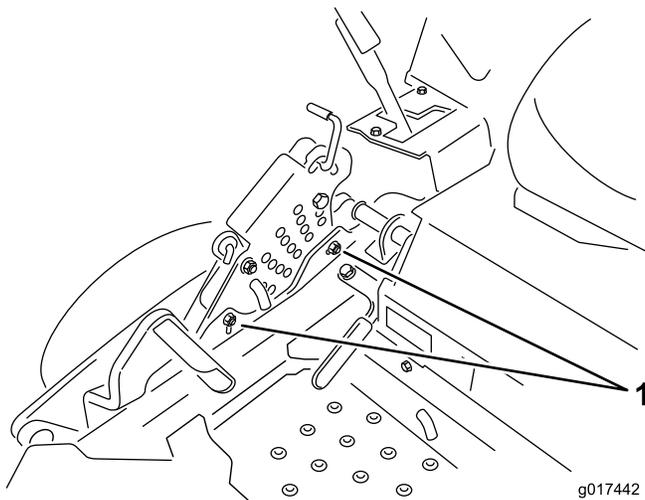

Figura 74
12. Para ajustar el sistema de ajuste de un solo punto, afloje los 2 pernos situados cerca del borde inferior de la pletina de altura de corte (Figura 74).
14. Apriete los 2 pernos en el borde inferior de la pletina de altura de corte (Figura 74). T